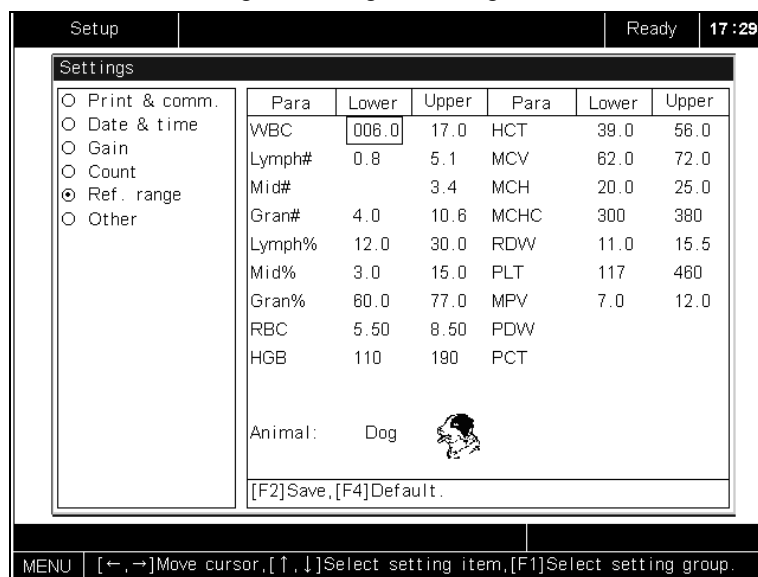

Abbildung 5-27 Einstellen des Referenzbereichs
2. Drücken Sie in der **“Einstellungen”**-Anzeige [F1], um die **“Ref.-Bereich”**-Gruppe auszuwählen, wie in Abbildung Abbildung 5-27 dargestellt;